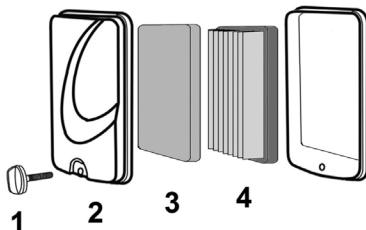

Рис. 19 Обслуживание воздушного фильтра PC5431F
1. Выкрутите болт (1) и снимите крышку воздушного фильтра (2) (Рис. 19).
2. Извлеките предварительный поролоновый (3) и основной бумажный (4) воздушный фильтры (Рис. 19).
5. При незначительном загрязнении промойте предварительный поролоновый фильтр (Рис. 19 п. 3) теплым мыльным раствором и просушите. Поврежденный или сильно загрязненный поролоновый фильтр замените.
**Бумажный фильтрующий элемент (Рис. 19 п. 4) не подлежит очистке, необходима его замена.** Не продувайте основной бумажный фильтр сжатым воздухом, не промывайте его в бензине и других растворителях. Эксплуатация двигателя с грязным или поврежденным воздушным фильтром, или без воздушного фильтра приведет к попаданию грязи и пыли в карбюратор и двигатель, что в свою очередь, станет причиной его быстрого износа. Двигатель в этом случае не подлежит ремонту по гарантии.